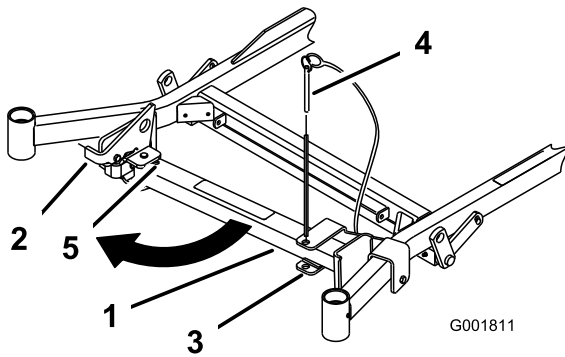
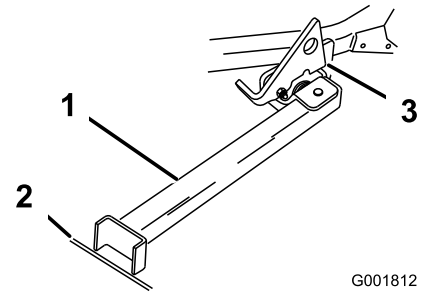

Figura 27
Figura 28
2. Retire el pasador del soporte (Figura 27).
3. Levante el enganche. Gire el pie del soporte hacia adelante, y deslice el soporte hacia la máquina, hasta que encaje en la parte de abajo de la ranura (Figura 27 y Figura 28).
4. Ponga el pie del soporte en el suelo con el enganche descansando sobre la pestaña de giro (Figura 28).
**Nota:** Para obtener los mejores resultados, coloque el pie del soporte en una ranura de la acera o en el césped (Figura 28).
6. Conduzca la máquina sobre el soporte. Pare cuando el enganche caiga por encima de la pestaña a la posición bloqueada (Figura 28). Una vez que esté sobre el soporte, ponga el freno de estacionamiento y apague el motor.
5. Ponga el soporte de nuevo en su posición de descanso (Figura 27).